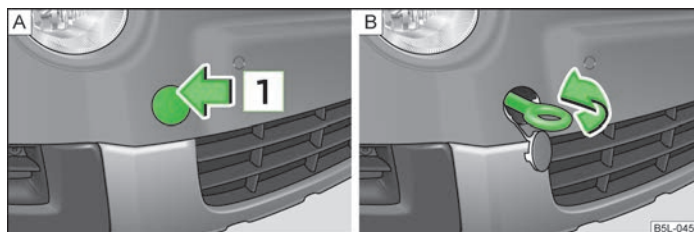

Fig. 163 **Bara de protecție față: Demontarea capacului / Montarea cârligului de tractare**
- Apăsați pe jumătatea superioară a capacului în sensul săgeții **1** » fig. 163 - A.
- Înșurubați cârligul de tractare spre stânga până la refuz » fig. 163 - B și strângeți-l cât mai ferm posibil.